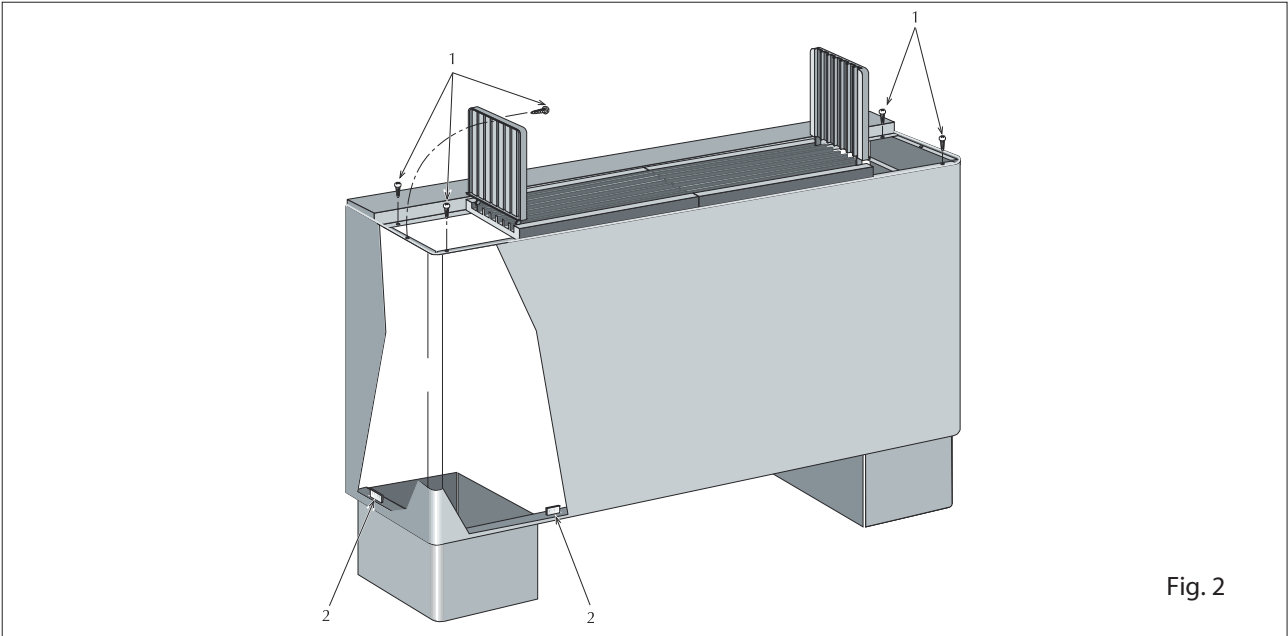

Fig. 2
a) Lossa aggregatet från transportemballaget; lossa skruvarna (1) i Fig.2. Lossa sedan höljet genom att glida det ut från från clipsen (2) i Fig.2.